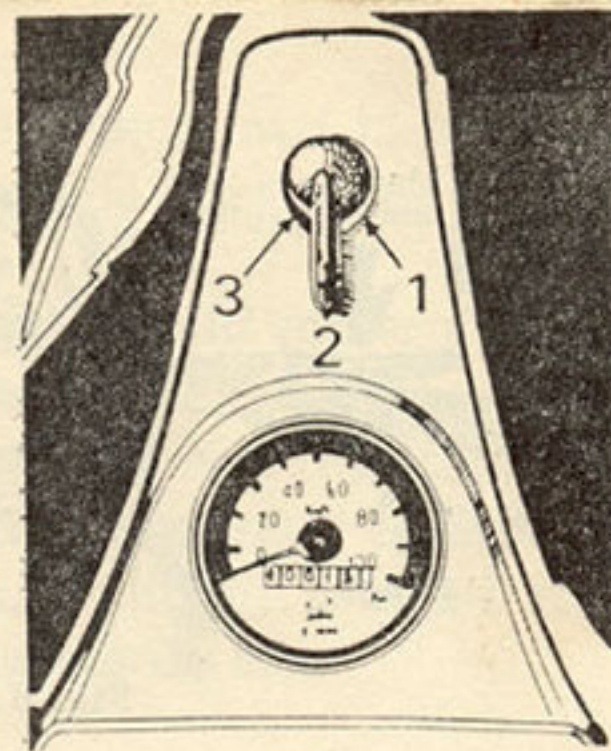

Fig. 5
4. Rotiți întrerupătorul principal în poziția 2 corespunzător „mers ziua“ (fig. 5).
4. Odată motoreta oprită, închideți robinetul de benzină și rotiți întrerupătorul principal în poziția 1 — „oprit” (fig. 5).
Întreruptorul principal (fig. 5) conectează elementele instalației electrice (fig. 11) astfel :